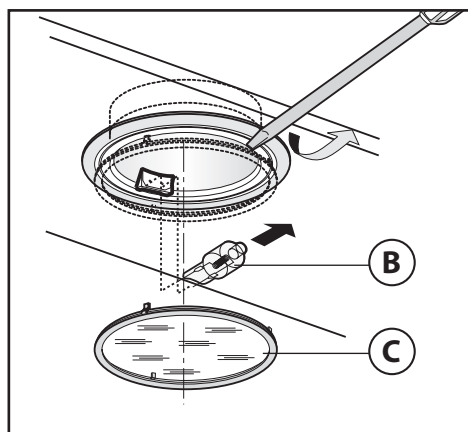

Fig.8
• Sostituzione delle lampade alogene (Fig.8):